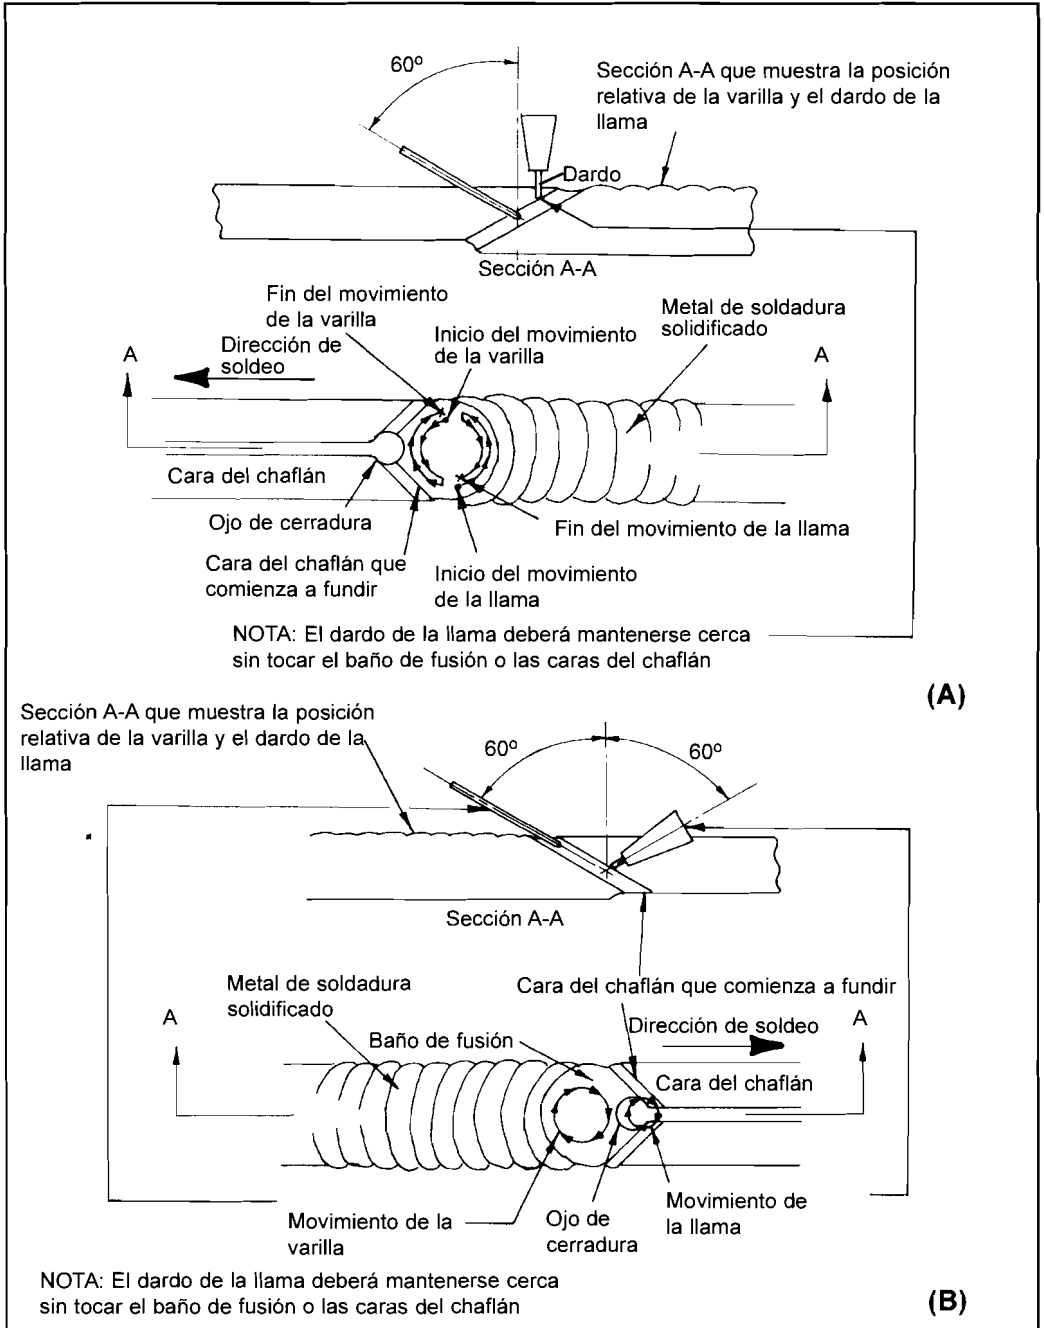

FIGURA 9.12: (A) TÉCNICA DE SOLDEO HACIA ADELANTE O A IZQUIERDAS.
En soldeo oxigás se utilizan las técnicas de soldeo a izquierdas o hacia adelante y a derechas o hacia atrás, explicadas en el capítulo 5 y representadas en la figura 9.12.
La técnica de soldeo hacia adelante implica movimientos repetitivos de la llama desde un lado del chaflán a otro, la varilla se sitúa en el lado opuesto al de la llama [ver figura 9.12 (A)].
En la técnica hacia atrás el soldador dirige la llama dentro de la separación de la raíz hasta que se forma el baño de fusión (mediante la fusión de los bordes del chaflán), en este momento mueve la varilla hacia la zona más avanzada del baño de fusión y mueve la llama ligeramente hacia el metal sin fundir y vuelve sobre el baño de fusión [ver figura 9.12 (B)].